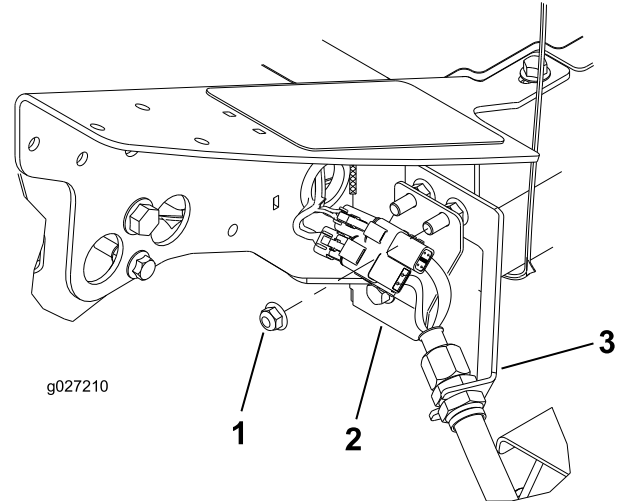

Figure 11
1. Moteur d'entraînement de cylindre 2. Boulon de fixation (2)
3. Insérez la plaque du connecteur sur les boulons de montage sur cloison en positionnant les connecteurs comme montré à la Figure 11.
1. Sur le coin avant gauche du cadre (emplacement du plateau de coupe n° 4), retirez l'écrou à embase supplémentaire sur le boulon qui fixe le support de cloison à la machine (Figure 11).